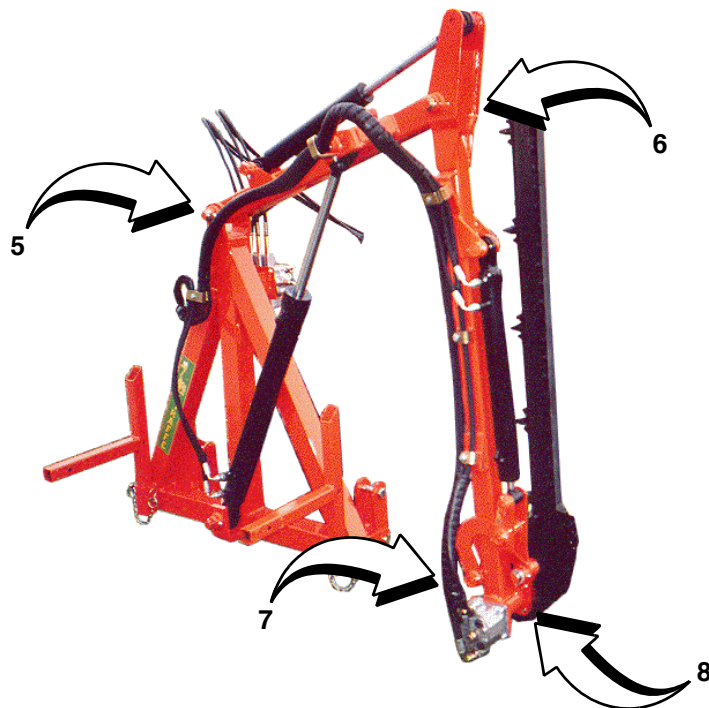

Fig. 3 Ingrassaggio - Lubrication
8 Leve di comando (Fig. 3)
- Iniettare grasso negli ingrassatori **5, 6, 7 e 8** (Fig. 3).
8 Control levers (Fig. 3)
- Inject lube in the lubricators **5, 6, 7 and 8** (Fig. 3).